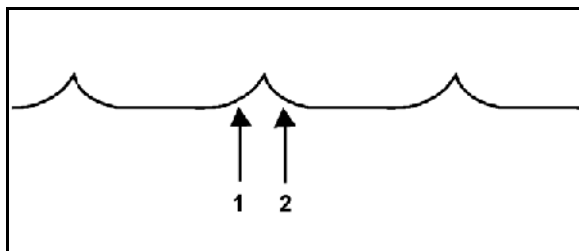

Рис. 40
- **Рис. 40** – правильная регулировка рядов дисков.